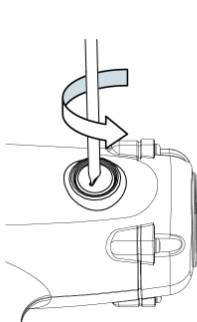

Fig. 3
- Draai het koolstofborstelpaneel linksom los met behulp van een schuine bit. (fig. 3).